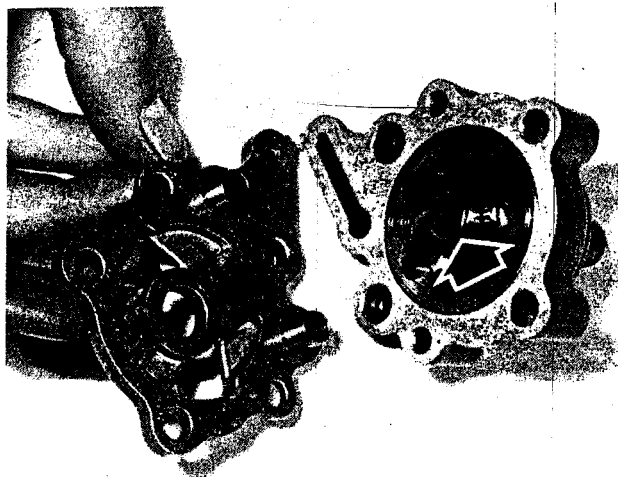
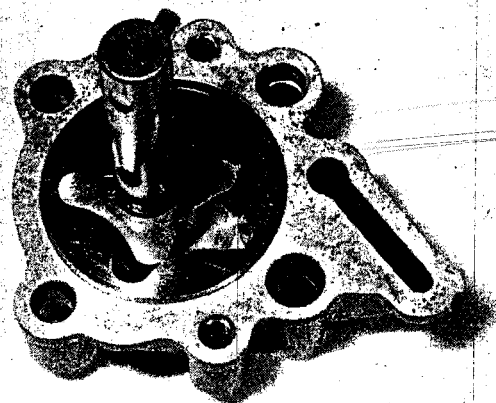

Bild 194
Bild 195
- Die beiden Schrauben aus dem Pumpengehäuse ausschrauben und den Pumpendeckel abheben (Bild 194). Die Einstellscheibe für das Axialspiel herausnehmen, und die Antriebswelle mit dem Mitnehmerstift ausbauen (Bild 195). Dann können der Innenläufer und der Aussenläufer herausgenommen werden (Bilder 196, 197).